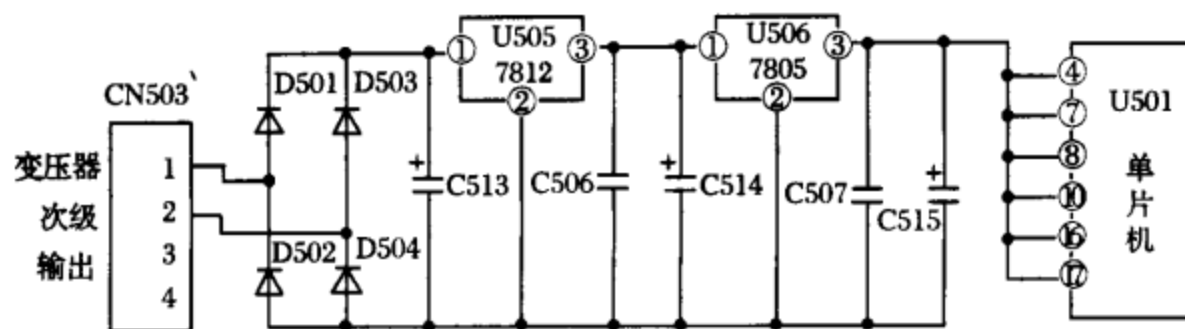

图 1-11 直流供电电路
例 1：如图 1-11 在变压器次级①、②端有交流 13V 输出的情况下，先测单片机 U501 的④、⑦、⑧、⑩、⑬、⑰脚有无 +5V 电压。若没有 +5V 电压，则应检查 U505 稳压块的①脚有无 +13V，没有 13V 电压则是整流滤波电路故障；有 13V 电压，在确认 C506、C514、C515 完好的条件下，再测 U506①脚有无 +12V 电压，如果①脚有 +12V 电压输入，而③脚无 +5V 输出，则判定 U506 损坏，可用国产 7805 系列稳压集成块代换。